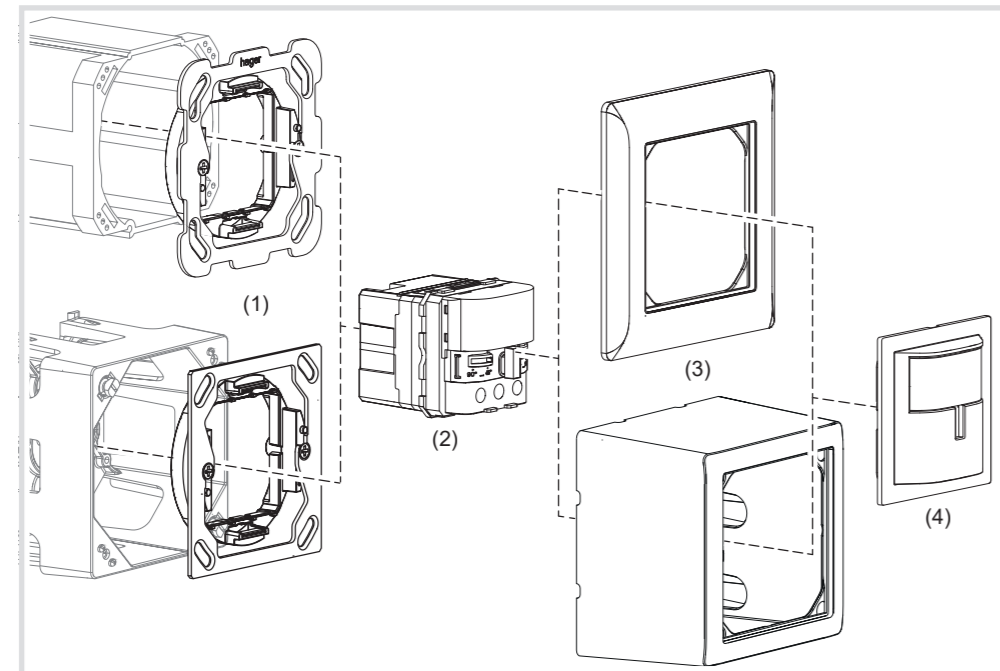

Bild 1: Geräteaufbau
Geräteaufbau (Bild 1)
- Montage entsprechend Geräteaufbau (Bild 1) durchführen.